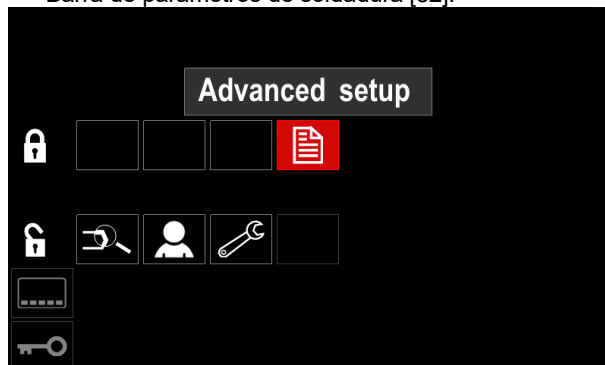

Figura 55
- Pulse el selector derecho [44]. El icono del parámetro elegido desaparecerá de la parte inferior de la pantalla (Figura 55). Este parámetro desaparece también de la Barra de parámetros de soldadura [52].